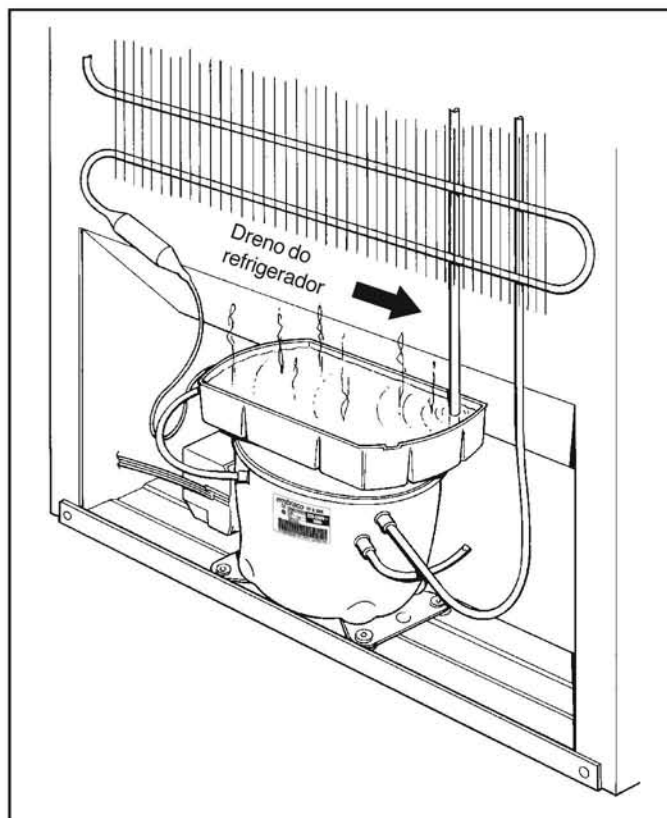

Figura 6
- 6) A montagem na posição correta garante a transferência ideal de calor para a bandeja e o armazenamento do volume máximo de água (ver figura 6).